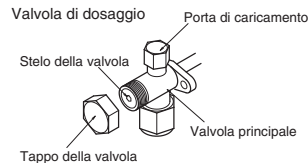

Fig. 7-8
- Se la valvola di dosaggio viene lasciata a lungo con il suo tappo tolto, il refrigerante sicuramente fuoriesce. Non lasciare quindi a lungo il tappo della valvola tolto. (Fig. 7-8)